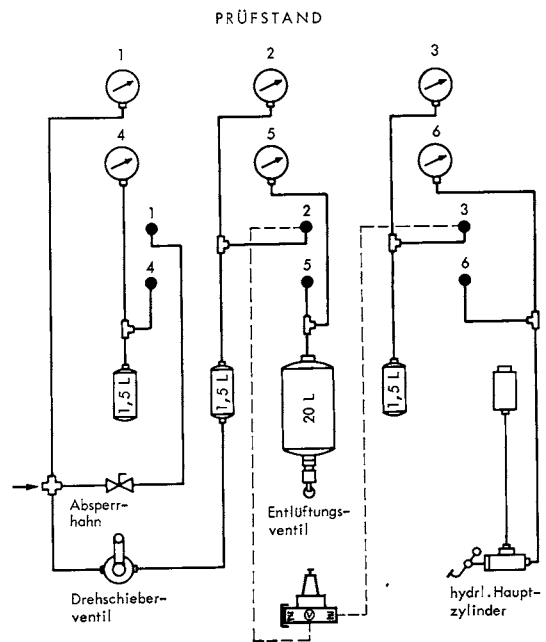

Abb. 3
- c) Regelventil nach Prüfschema anschließen (siehe Abb. 3) Absperrhahn und Drehschieberventil sind geschlossen.